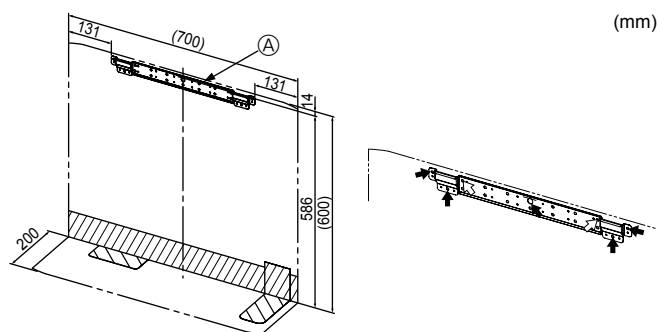

Fig. 3-1
- Instale o suporte firmemente contra a estrutura da parede (pernos, etc.). (Fig. 3-1)